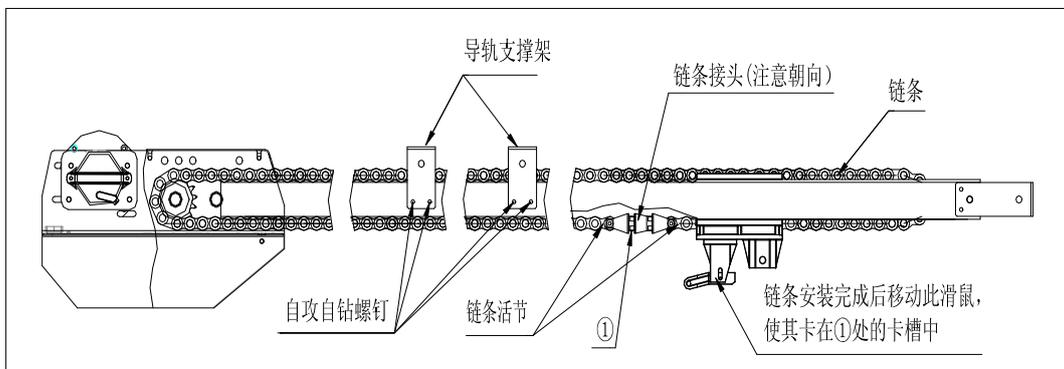

图 6
4. 链条连接。用链条活节连接链条和链条接头一端，将链条绕过链轮，再绕过导轨另一头的过渡轮，最后穿过滑鼠中间的圆孔与链条接头另一端连接。调节导轨前端张紧螺栓上的螺母使链条张紧（调节时注意保持两边螺栓平衡）。滑鼠移到导轨的任意一端调节好的链条下垂 7cm 为合理范围。如图 6。移动滑鼠使滑鼠内部的挡块卡在链条接头的卡槽里（靠近驱动一侧的卡槽）。
5. 在导轨上安装导轨支撑架，安装位置可按现场位置调节，尽量使导轨三等份（导轨长度 4.5m 以下可安装一个导轨支撑架）。如图 6。